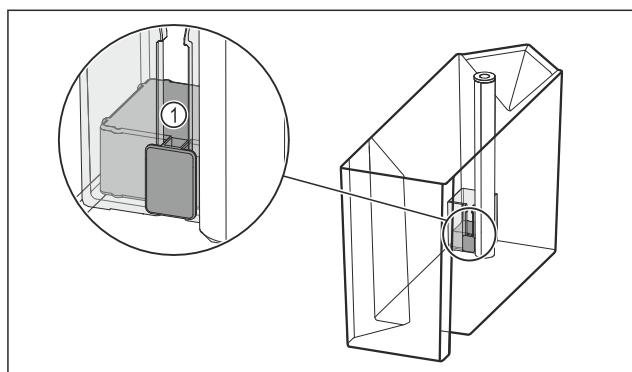

Fig. 115
- ▶ Prüfen, ob der Schwimmer Fig. 115 (1) verklemmt ist.